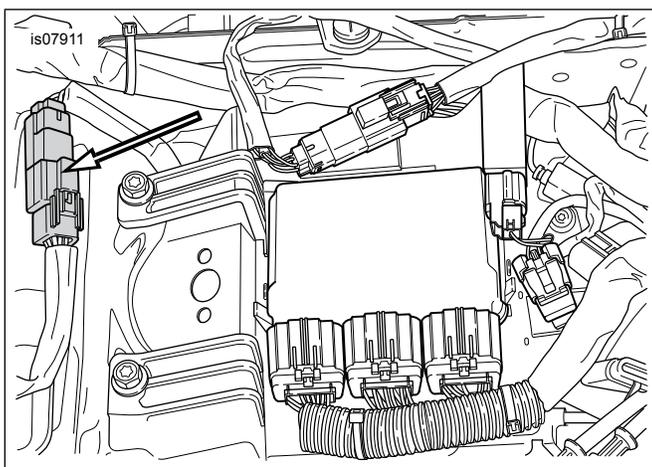

Figure 1. Connecteur de faisceau d'éclairage arrière à six voies [7] sous le siège (FLHR/C illustré)
1. Voir Figure 1. Repérer le faisceau de fils arrière sortant du garde-boue arrière, dans l'espace situé sous la selle. Débrancher le connecteur de câblage Multilock à six voies du garde-boue arrière [7B] du connecteur de faisceau principal [7A].